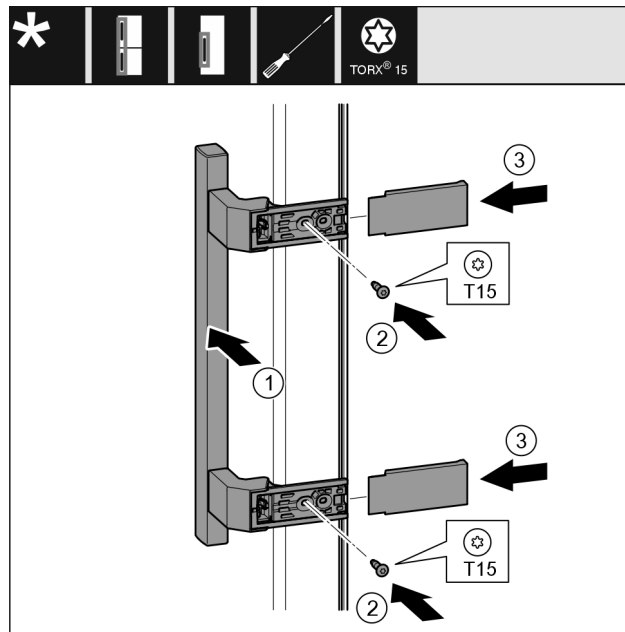

Fig. 26
- Applicare la maniglia Fig. 26 (1) sul lato opposto.
- Stringere le viti Fig. 26 (2) con un cacciavite.
- Applicare le coperture Fig. 26 (3) lateralmente e spingerle in sede.